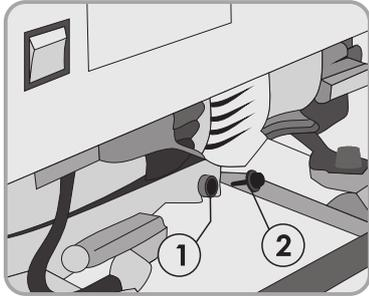

рис.1
**Проверка масла** в картере осуществляется следующим образом (рис. 1):
- выкрутите крышку заливной горловины (2) масляного картера, вытрите измерительный щуп.